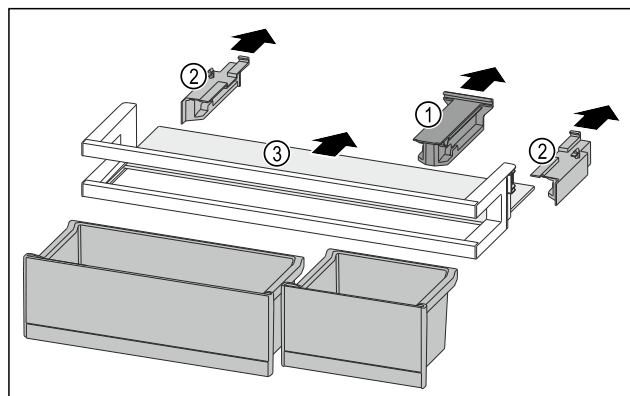

Fig. 83
- ▶ Halteteil Fig. 83 (1) abziehen.
- ▶ Seitenteile Fig. 83 (2) abziehen.
- ▶ Abstellfläche Fig. 83 (3) entnehmen.